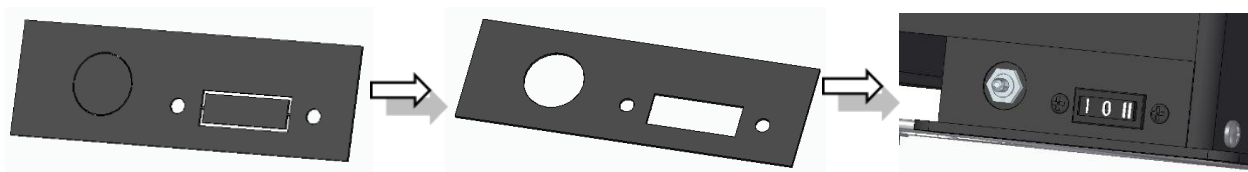

Figure 52 – Fixation du micro-interrupteur et bouton On-Off
a. Sur ces modèles, le kit de ventilation est placé sous l'appareil. Pour fixer le kit de ventilation optionnel, vous devez d'abord casser les micro-joints sur le fond avec un marteau, pour pouvoir fixer le ventilateur et les accessoires du kit de ventilation, voir Figure 52.